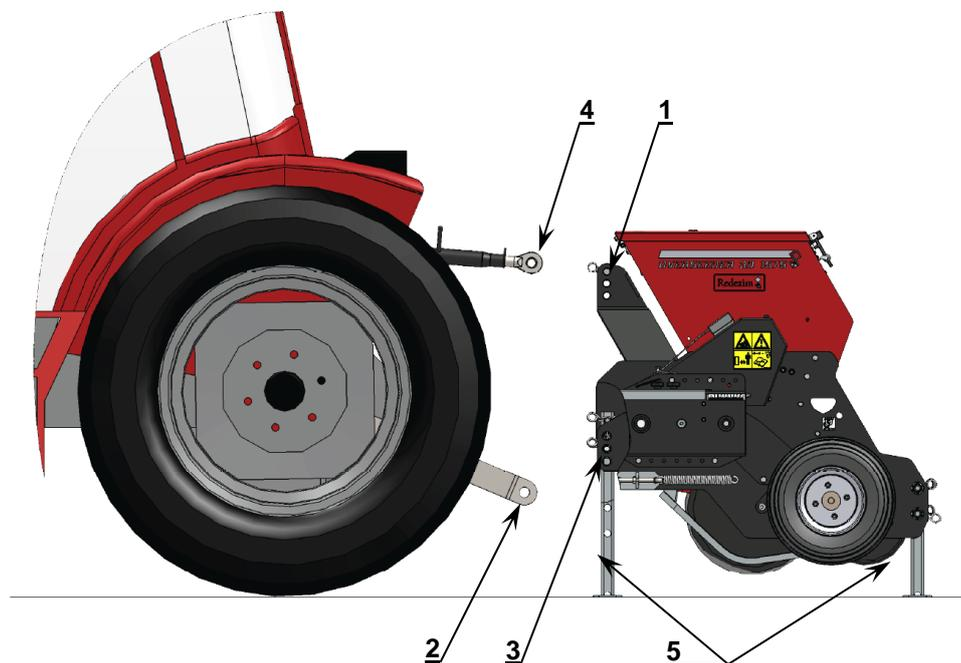

Figure 3
1. Retirez les goupilles à 3 points supérieures (1) et (3) de la machine (voir **figure 3**).
2. Faites reculer le tracteur avec précaution jusqu'à ce que les bras de levage (2) puissent être reliés à la machine.
La machine doit être dételée comme suit (voir **figure 3**) :